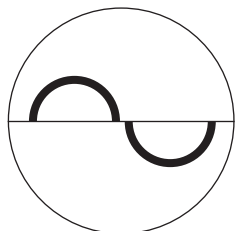

図1：視野中央に観察される半円像
- 視野中央で2つの同じ大きさの圧平表面が観察されるまで、細隙灯ジョイスティック・コントロールを使い、必要な修正を行います（図1）。細隙灯ジョイスティック・コントロールで多少下方へ修正しても、半円像の大きさには、全く影響を与えません。